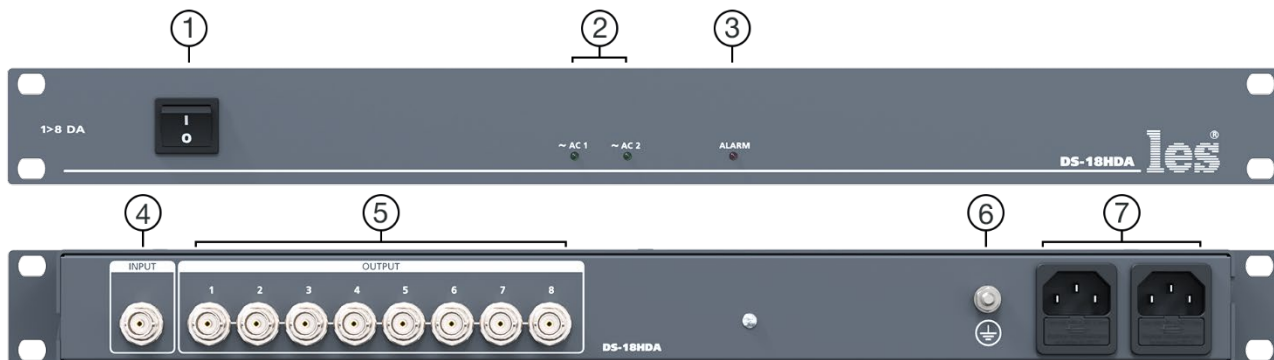

Рисунок 1
5. Подключите шнуры питания к разъёмам IEC C14 (рисунок 1, позиция 7). Обратите внимание на то, что третий провод сетевого шнура используется для заземления корпуса (защитное заземление), которое рекомендуется делать единым для всего комплекса аппаратуры.
Земли входных и выходных разъёмов соединены вместе, присоединены к контакту PE блоков питания, корпусу прибора и клемме заземления (рисунок 1, позиция 6).